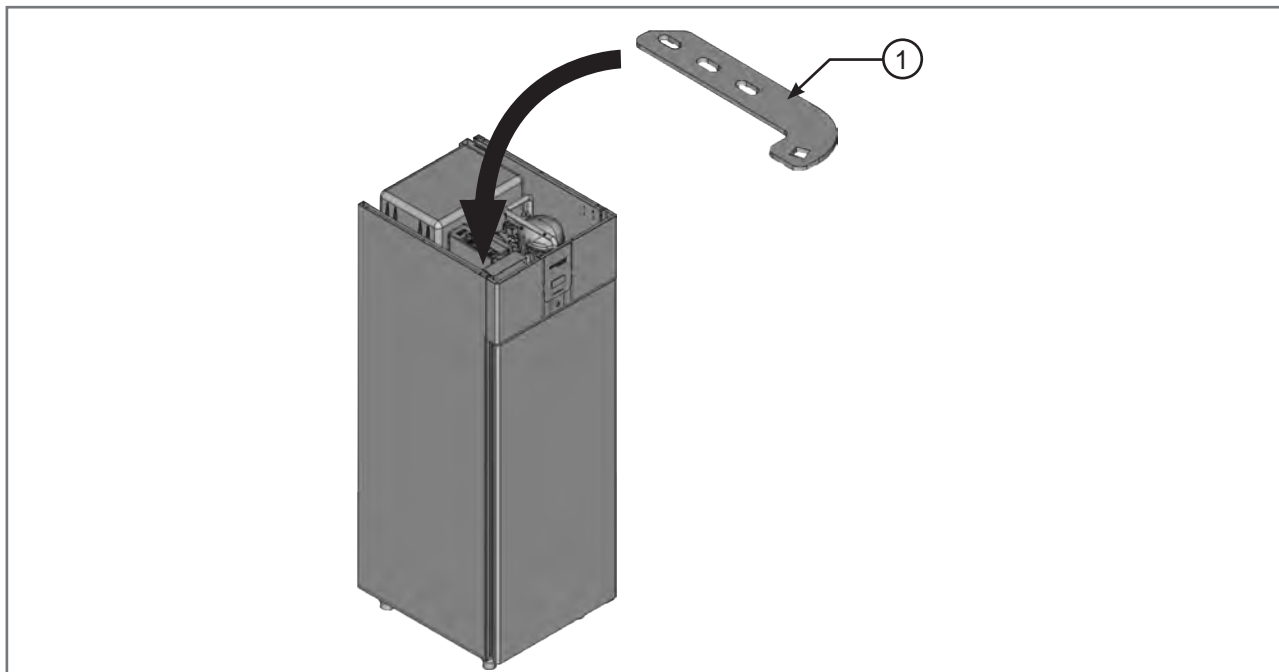

Fig 3.27 - Insertion de la charnière supérieure
- Insérer la charnière supérieure (1 - Fig. 3.27).